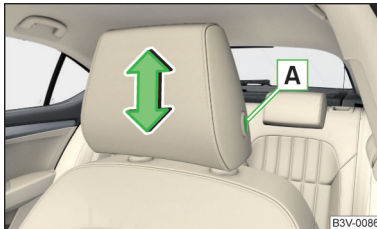

Abb. 77
- › Zur **Höheneinstellung** die Sicherungstaste **A** halten und die Stütze in die gewünschte Richtung verschieben » **Abb. 77**.